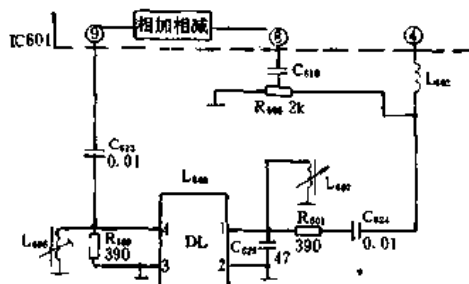

图 20-6
图 20-6 为色度延迟线的应用电路实例。经 IC601 放大的色度信号由④脚输出加到延时解码器。此延时解调器分直通、延迟两路。直通一路把由④脚输出的色度信号经  $L_{602}$ 、幅度匹配电位器  $R_{606}$  以及隔直电容  $C_{610}$  加到③脚,然后送至集成电路内的加减矩阵电路。延时一路经  $C_{624}$ 、 $R_{610}$ 、 $L_{607}$ 、 $C_{629}$ 、延迟线 DL、 $L_{608}$ 、 $R_{609}$  和  $C_{623}$  加到集成电路⑨脚,再送往集成电路内的加